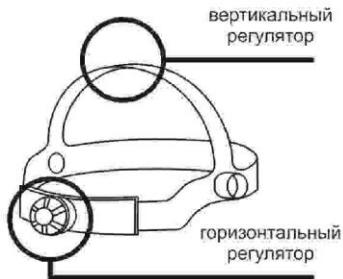

Рис.1
1. Горизонтальная регулировка размера головы (Рис.1): Нажмите на регулятор и, поворачивая трещотку, крутите ее по часовой стрелке, чтобы уменьшить размер, а против часовой, чтобы увеличить. Мaska должна плотно сидеть на голове. Регулятор находится позади маски.
2. Вертикальная регулировка размера головы (Рис.1): Уменьшая или увеличивая размер ремня, отрегулируйте, чтобы глаза сварщика находились в средней части светофильтра.